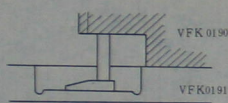

图 1-25 带盘高度调整 (1)
2) 参照图 1-25, 安放好柱杆调节板, 并将带盘高度表置于其上。在该带盘高度表的测量探靴与柱杆调节板的切口部分接触良好时, 调节带盘高度表指针到“0”